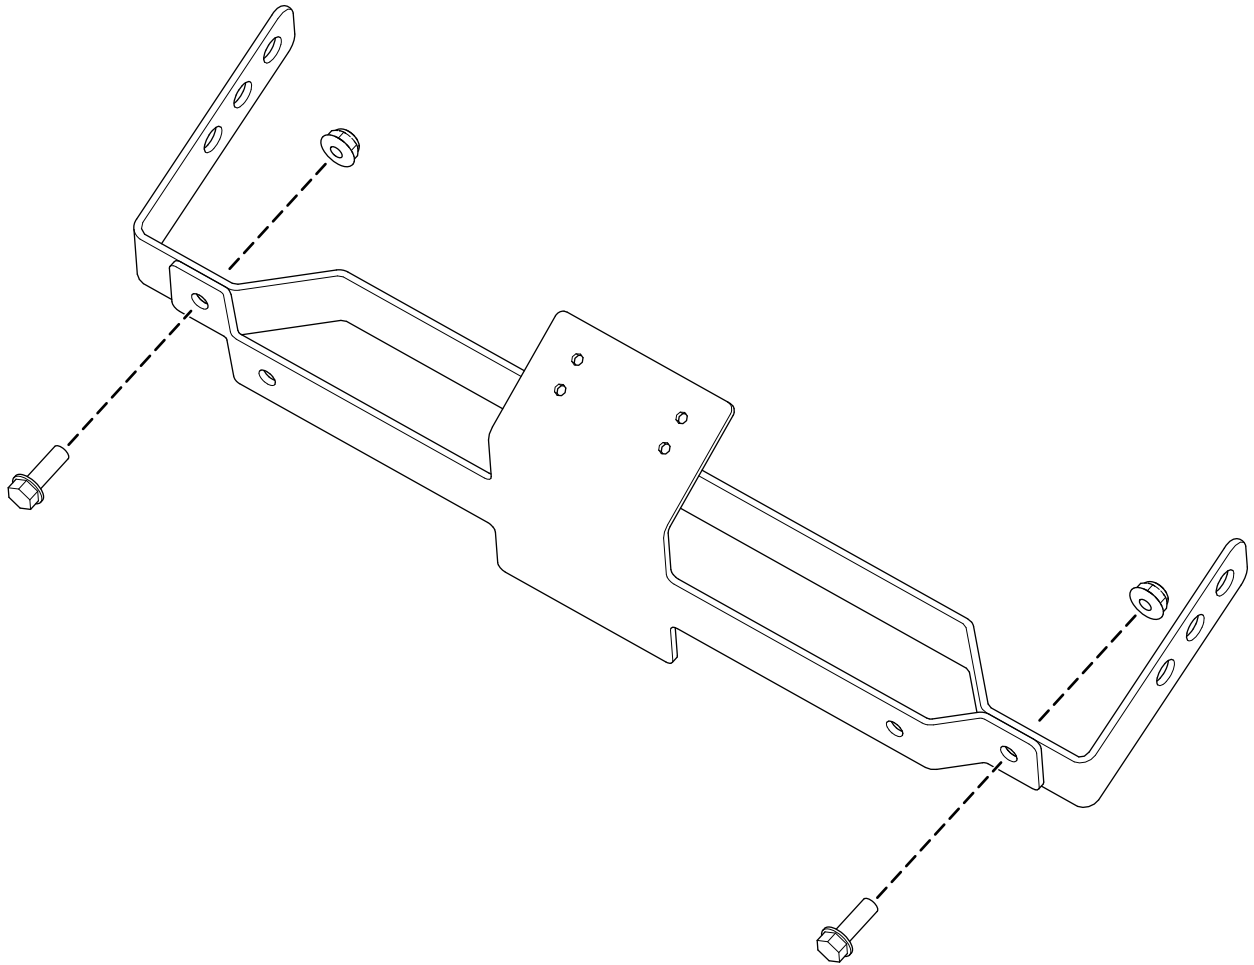

Figura 6
1. Fissate il supporto dello specchietto predisposto al supporto dello specchietto nero usando 2 bulloni a testa esagonale flangiata ($\frac{1}{4}$ " x $\frac{3}{4}$ ") e 2 dadi di bloccaggio ($\frac{1}{4}$ ") come illustrato nella Figura 6.